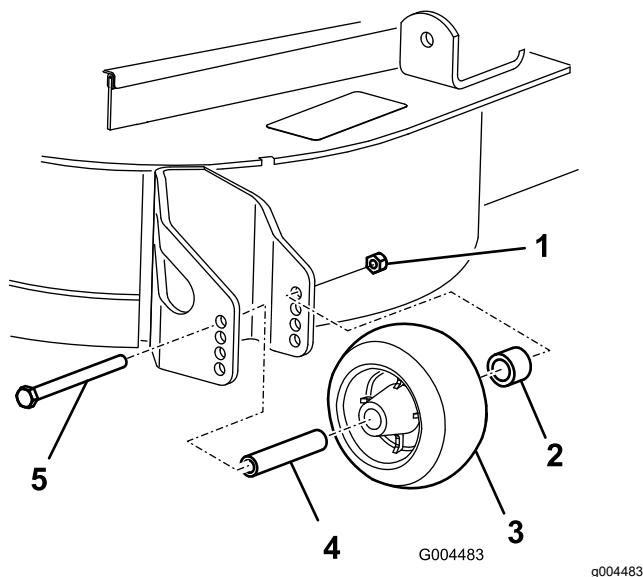

Figura 10
3. Depois de regular a altura de corte, ajuste os rolos retirando a porca flangeada, a bucha, a cunha e o parafuso (Figura 10).
5. Coloque a porca flangeada, o casquilho, o espaçador e o parafuso. Aperte com uma força de 54 a 61 N·m (Figura 10).